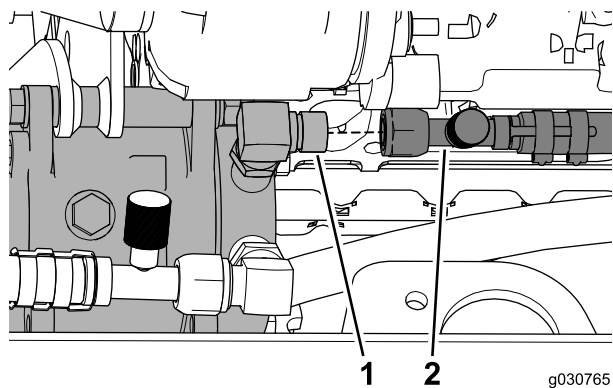

Figura 43
3. Conecte la manguera de alta presión del aire acondicionado (3/4") desde la cabina hasta el acoplamiento de 90° (3/4"), según se muestra en Figura 43.